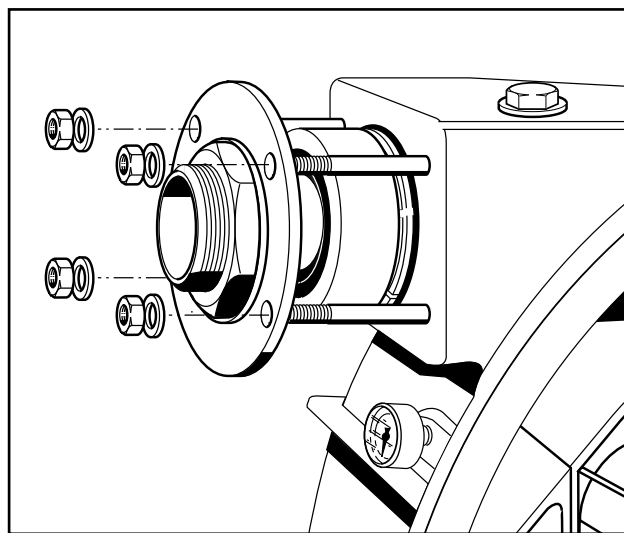

Fig. 14 Demontering tilslutningsstudser
5. Skru begge tilslutningsstudser med holdeflange og sekskant-rørmøtrikker af pumpehuset (fig. 14) og træk de to tilslutningsstudser ud af fødeslangen.